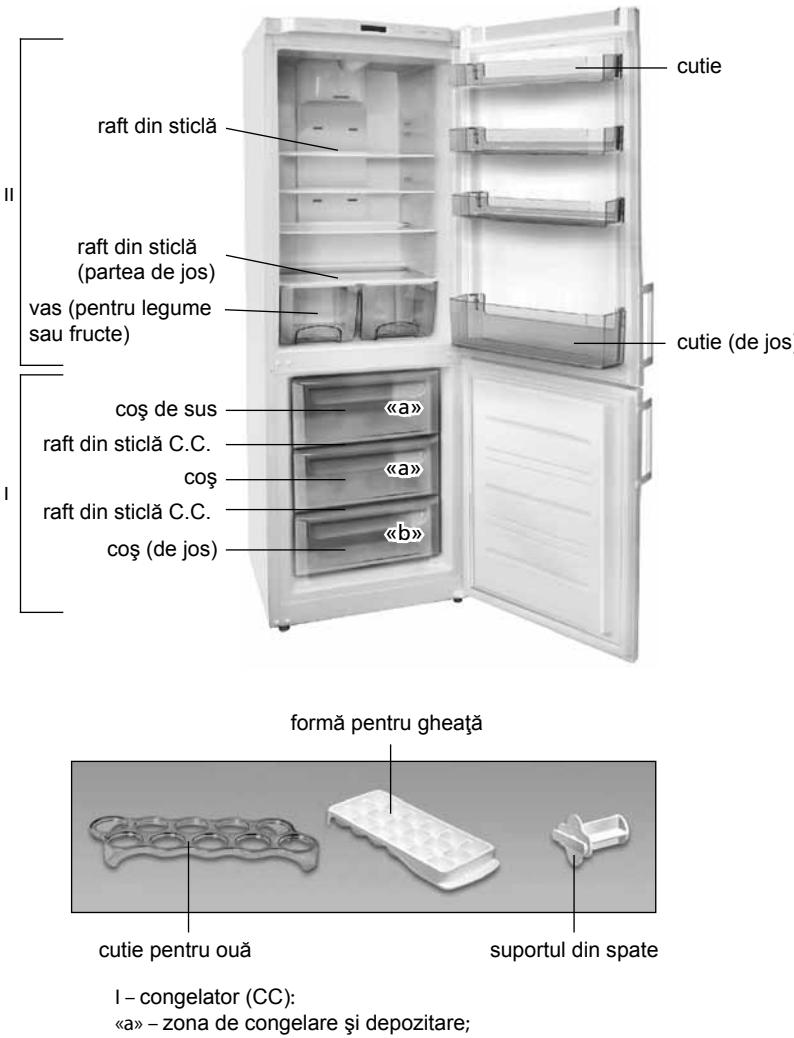

Figura 1 – Frigiderul și componente
1.1 Frigiderul, în conformitate cu figura 1 este destinat pentru congelarea produselor alimentare proaspete, stocare pe termen lung a produselor alimentare congelate și pentru pregătirea gheții alimentare în congelator (în continuare – C.C.), pentru răcirea și păstrarearea pe termen scurt a produselor alimentare proaspete, băuturilor, fructelor și legumelor, în departamentul pentru depozitarea alimentelor proaspete (în continuare – C.F.).